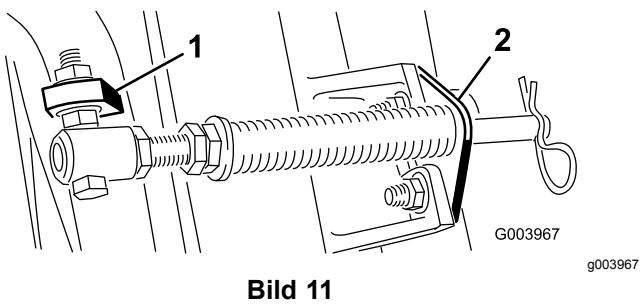
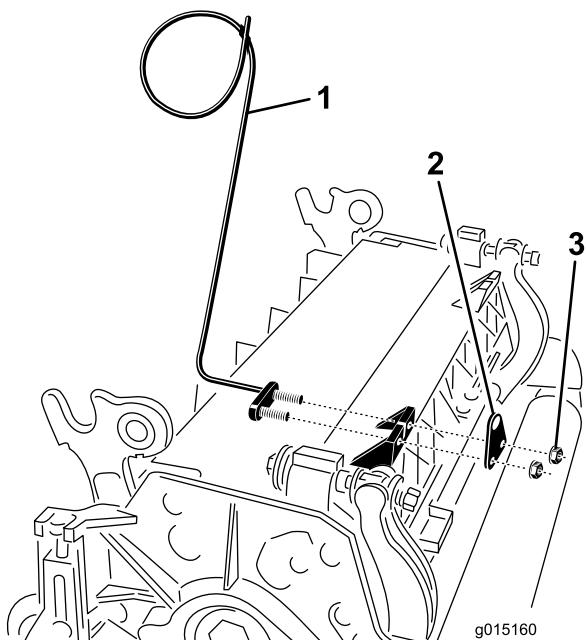

Bild 11
Bild 13
**Hinweis:** Positionieren Sie den Schraubenkopf zur Außenseite der Nase, wie in Bild 11 dargestellt.
- Montieren Sie die Stangenhalterung mit den Schlossschrauben und Muttern an den Schneideeinheitnasen (Bild 11). An der Schneideeinheit müssen Sie auch die linke Schlauchführung vorne an den Schneideeinheitnasen befestigen, wenn Sie die Stangenhalterung (Bild 13) wieder einbauen.